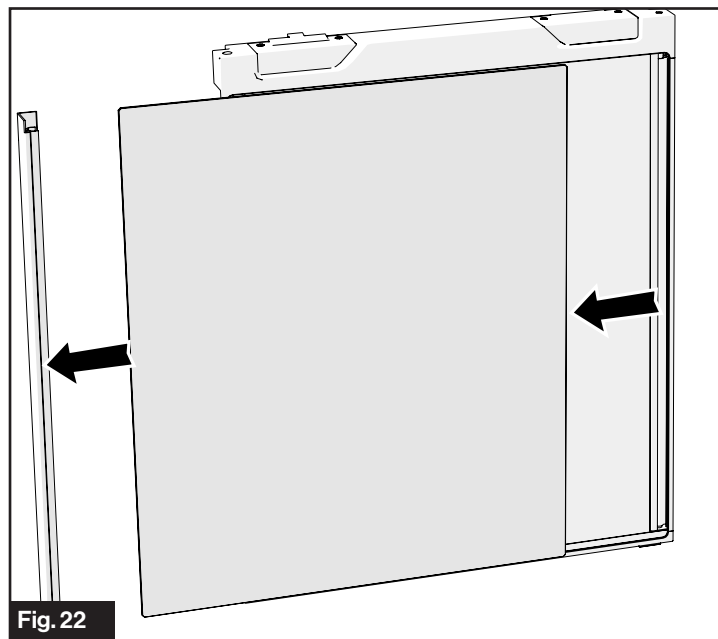

Fig. 22
1. Retirez le couvercle latéral. (Fig. 22)